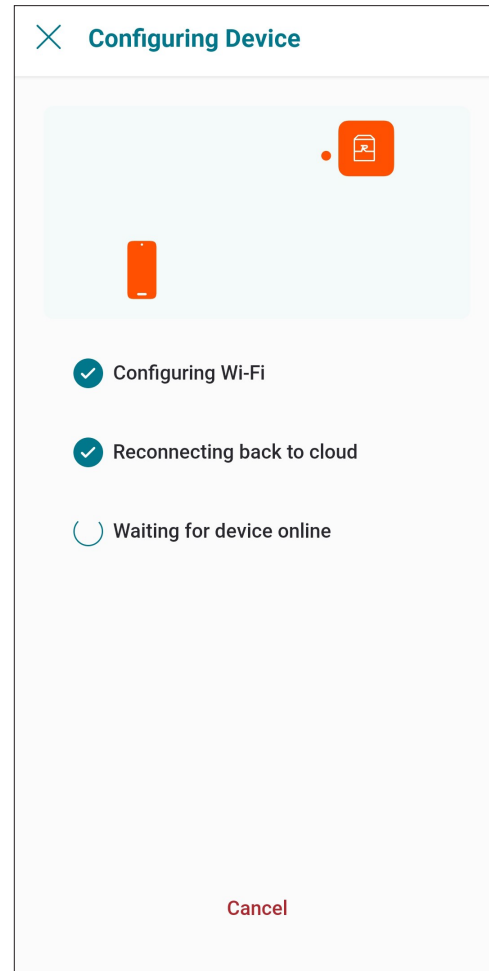

Figure 88. Configuration de l'appareil
8. L'appli Raymote transmet les identifiants réseau Wi-Fi à votre appareil. Cela pourrait nécessiter quelques secondes, voir **Figure 88**.